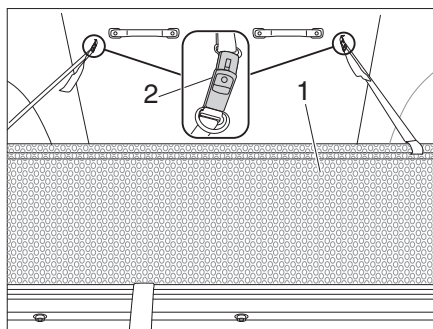

Bild 21 Herausfallschutz
- Herausfallschutz (Bild 21,1) unter der Matratze hervorziehen.
- Herausfallschutz mit Riemenschnalle (Bild 21,2) am Aufstelldach befestigen.
- Riemenschnalle (Bild 21,2) lösen.
- Herausfallschutz (Bild 21,1) unter der Matratze verstauen.